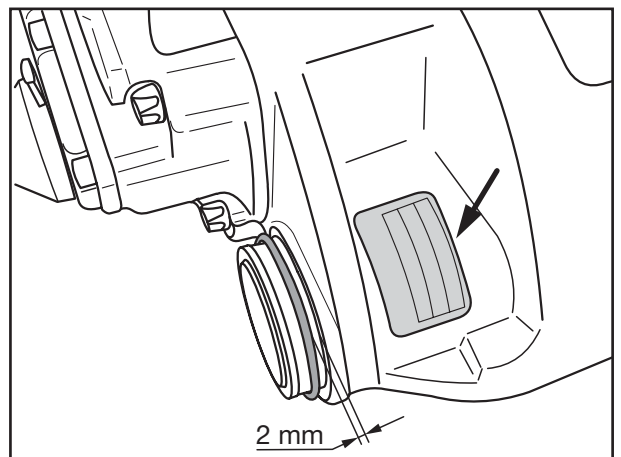

Fig. 9
When selecting the replacement brake calipers, be sure to select the correct part numbers and check the model plate on the brake caliper (Fig. 9, page 8-3, arrow).
Pour le choix des étriers de frein de rechange, prière de se référer au numéro de pièce concerné et à la plaque signalétique apposée sur l'étrier de frein (Fig. 9, page 8-3, flèche).
- [24] O-Ring auf dem Satteldorn wie in Fig. 9 montieren.
[24] Fit the O-ring onto the caliper dome as shown in Fig. 9.
[24] Monter le joint torique sur le dôme de l'étrier comme illustré sur la Fig. 9.